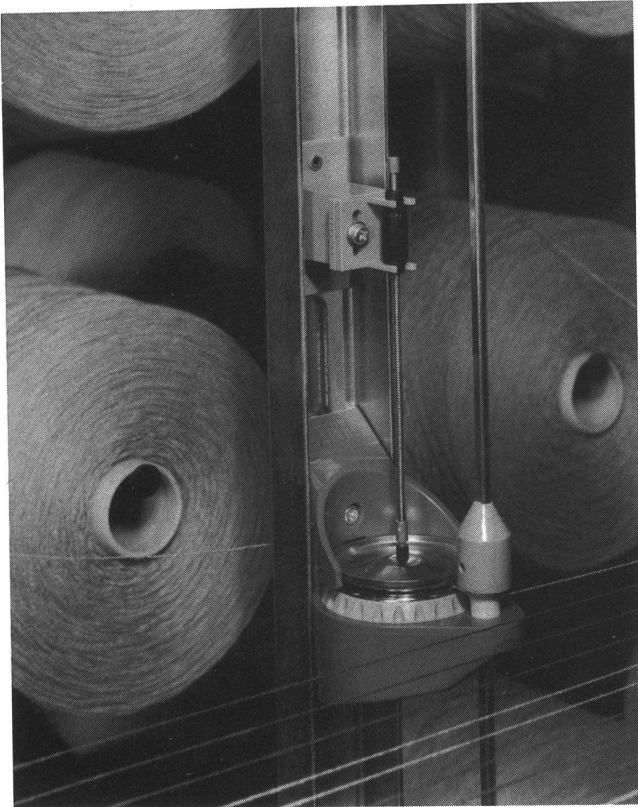

Abb. 8: Normaldruckspanner UB
4.2 Der Normaldruckspanner UB (Abb. 8)